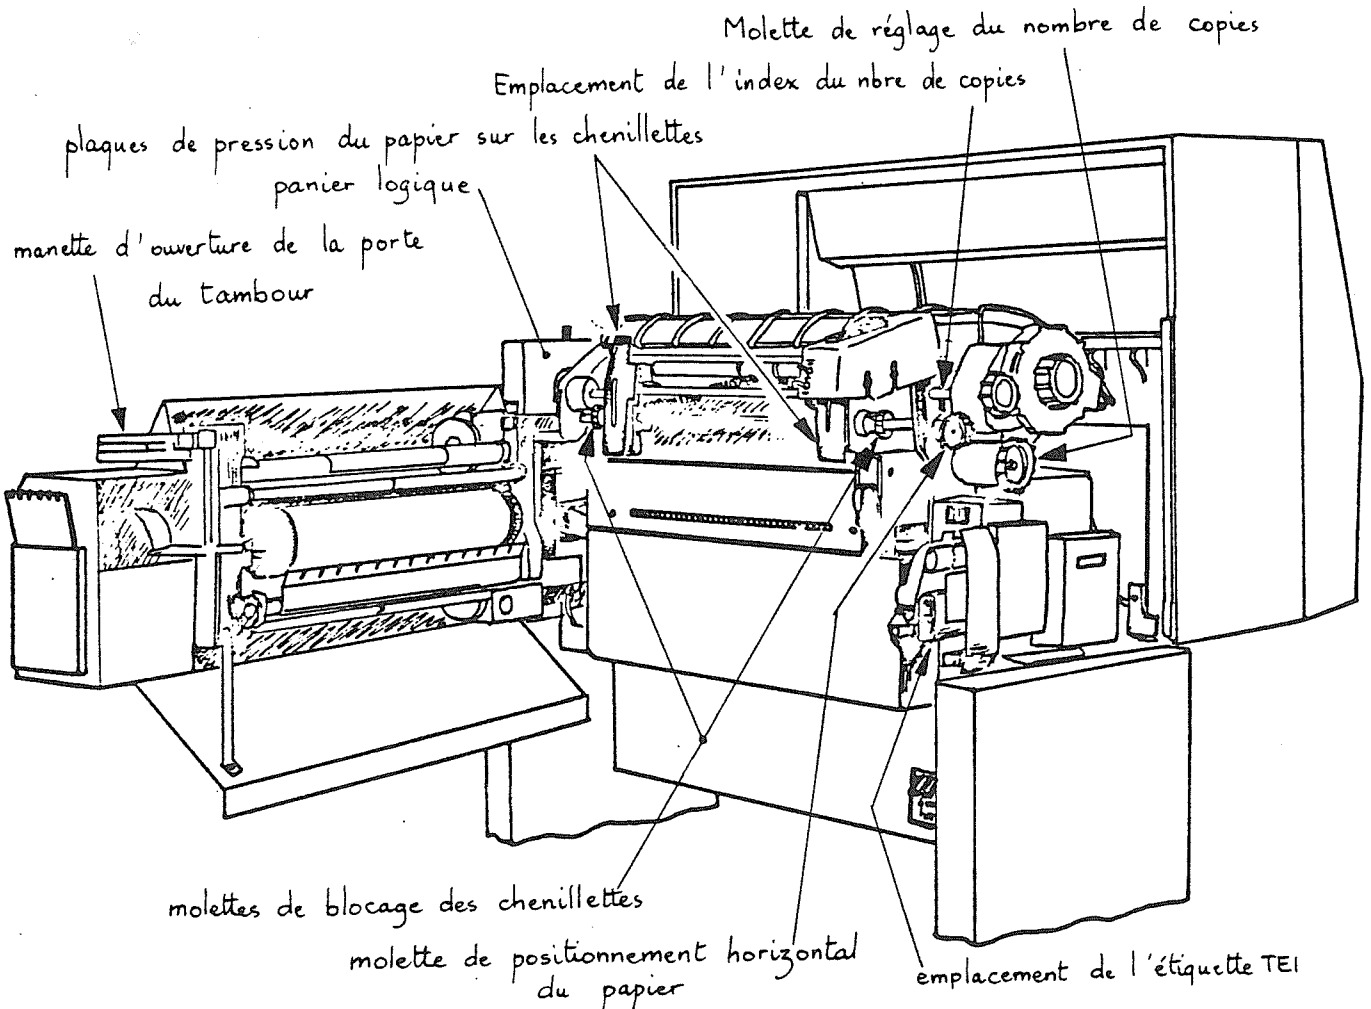

Figure 15
- Installer la rame de papier. Pour cela ouvrir la porte du tambour (fig 15) ouvrir, par rotation sur leurs charnières, les plaques de pression du papier sur les chenillettes (fig. 15), placer les perforations d'un des côtés de la rame de papier sur les ergots de la chenillette correspondante, repousser la plaque de pression de cette chenillette. Puis desserrer la molette de blocage transversal de l'autre chenillette (fig. 15) de façon à pouvoir amener les ergots en correspondance avec les perforations de ce côté de la rame de papier; revisser la molette de blocage (fig. 15) puis repousser la plaque de pression. Au cours de ces opérations, veiller à ce que les lignes du papier soient bien horizontales.
- Ajuster l'emplacement de la première position d'impression par rapport au bord gauche de la rame de papier en utilisant la molette de positionnement horizontal du papier (Fig. 15).
- par l'étiquette constructeur Model 2230 ou 2260 ou par l'étiquette TEI (fig.15):
- par l'étiquette TEI (fig 15)
- par l'absence ou la présence d'une 3^e carte (long line interface) dans le panier logique (fig 15 et 17)